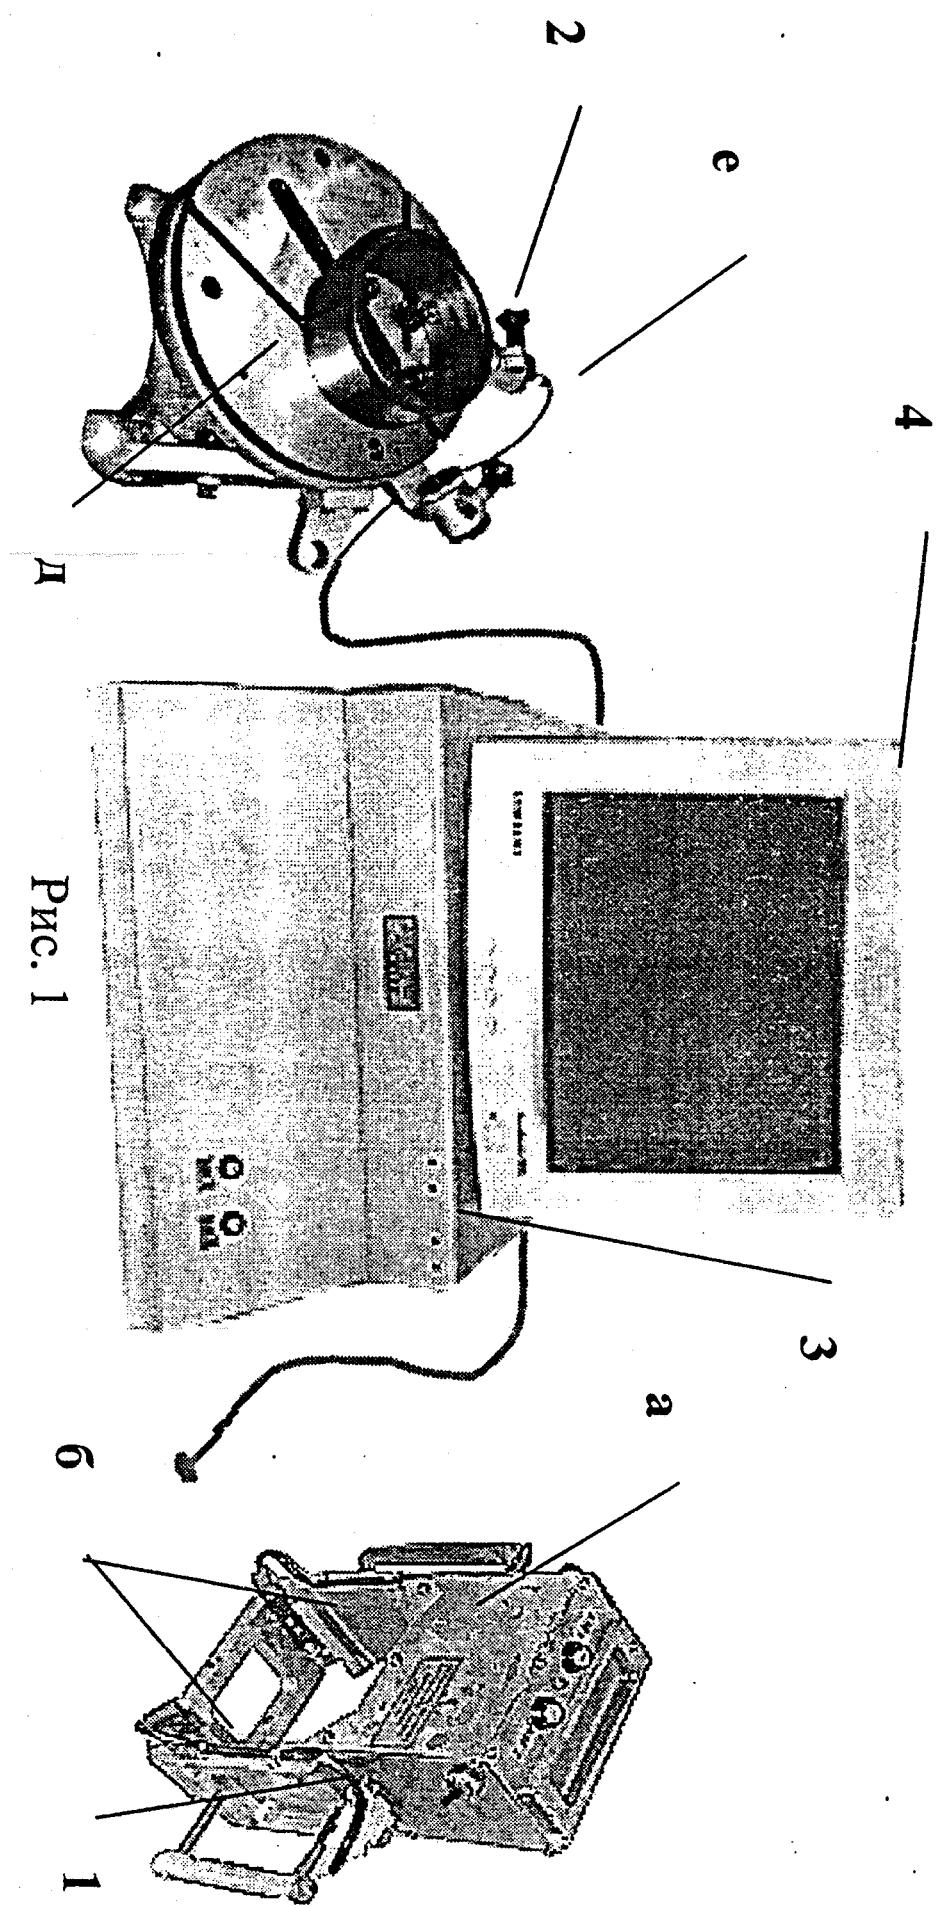

Рис. 1
- измерительного устройства для контроля (измерений) наружного диаметра шейки оси "Призма" – УПК-01.02.000, поз.1 (Рис.1) с индуктивными преобразователями линейных перемещений поз.б;
- измерительного устройства для контроля (измерений) диаметра внутреннего кольца подшипника - УД-1В, поз.2 (Рис.1) ) с индуктивным преобразователем линейных перемещений поз. е;
- пульта управления УПК-01.01.000 с монитором поз. 3,4 (Рис.1);
- координирующей призмы (поз.1а, Рис.1);
- двух индуктивных преобразователей линейных перемещений А33.00.000-01 (ЦД-5), расположенных в двух взаимно перпендикулярных плоскостях призмы. Преобразователи установлены в пазах призмы и фиксируются винтами поз. б (Рис.1);
- прибора УД-1В (Рис.1 поз. 2);
- индуктивного преобразователя линейных перемещений А33.00.000-01 (ЦД-5) (Рис.1 поз. 1е).
Пульт управления - УПК-01.01.000 (Рис.1 поз.3) состоит из:
- монитора (Рис.1 поз. 4).